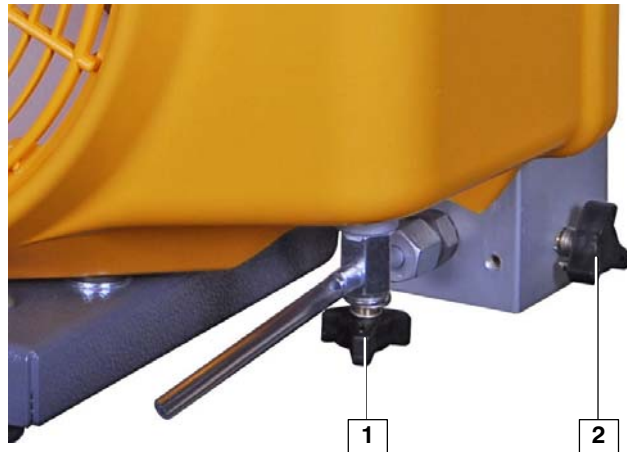

Abb. 5 Kondensat-Ablaßhähne
2. Kondensat-Ablaßhahn (1, Abb. 5) des Zwischenabscheiders (bei Benzinanlagen zusätzlich den Kondensat-Ablaßhahn des Endabscheiders (2, Abb. 5))
4. Nach Erreichen der Nenndrehzahl Kondensat-Ablaßhahn (1, Abb. 5) des Zwischenabscheiders (bei Benzi-
nanlagen zusätzlich den Kondensat-Ablaßhahn (2, Abb. 5) des Endabscheiders) schließen.